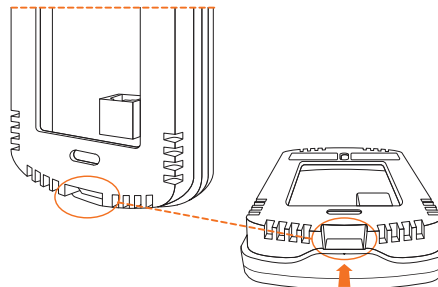

Figure 1
1. Séparez le boîtier du couvercle arrière en appuyant sur la languette située sous la sonde. (Voir Figure 1)